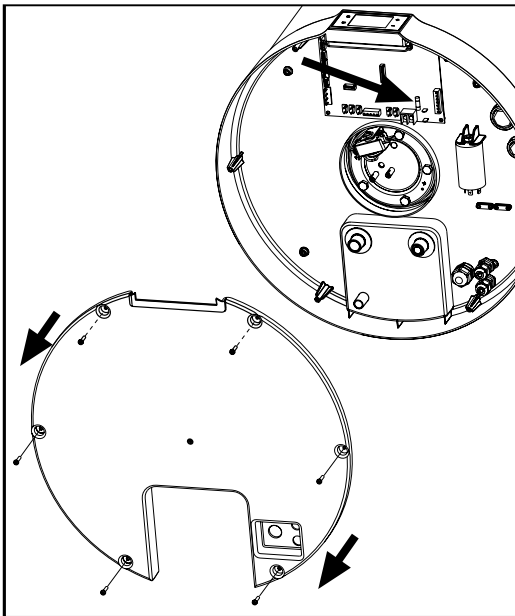

Abb. 64
- Entfernen Sie die untere Abdeckung, indem Sie zuerst die entsprechenden Sicherungsschrauben lösen (Abb. 64).